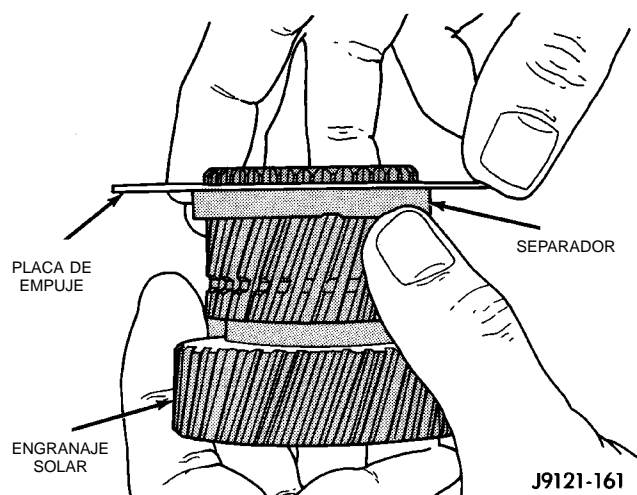

Fig. 185 Instalación de la arandela de empuje delantera del casco impulsor en el engranaje solar
(8) Instale la arandela de empuje en el engranaje solar (Fig. 185). Observe que las placas de empuje del casco impulsor son intercambiables. Utilice cualquier placa en el engranaje solar y en la parte delantera/trasera del casco.